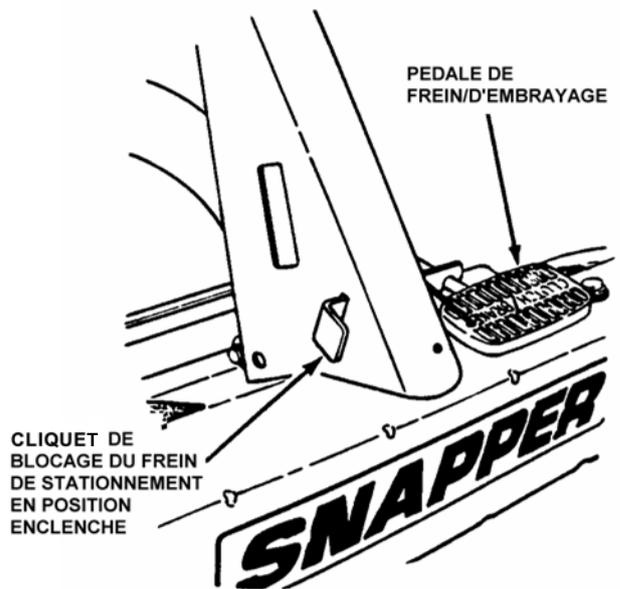

FIGURE 2.14
1. Immobilisez la tondeuse en enfonçant complètement la pédale de frein/d'embrayage pour bloquer le frein. Voir la figure 2.14.